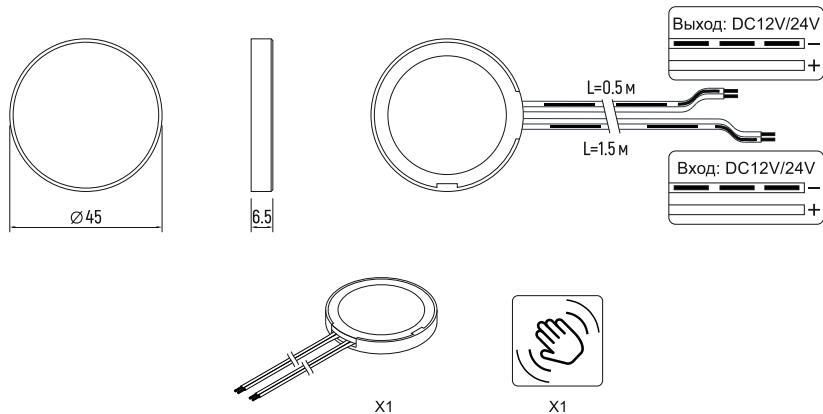

Рис.1
- Размеры **выключателя** и комплектация указаны на рис.1.